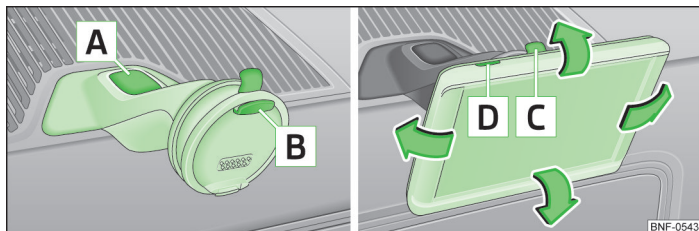

Fig. 67 Holder til multifunktionssystem / Multifunktionssystem
- › Sæt først multifunktionssystemet ind i den øverste del af holderen » Fig. 67, og tryk det ind i den nederste del af holderen, indtil det går i hak »
- › Du kan indstille hældningen til den ønskede position ved at bevæge multifunktionssystemet i pilenes retning » Fig. 67 »
- › Tryk på udløserknappen » Fig. 67 med den anden hånd, og tag systemet ud.
- › Tryk på udløserknappen » Fig. 67 med den anden hånd.
- › Tilslut multifunktionssystemet ved at trykke på knappen » Fig. 67.